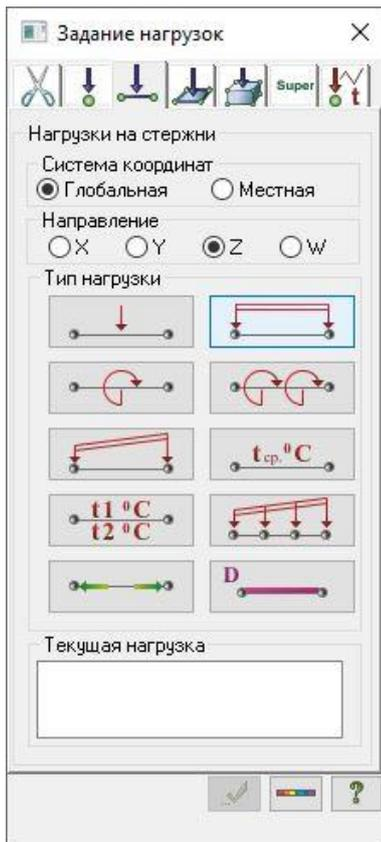

Рис.16.5. Диалоговое окно Задание нагрузок
**Нагрузки на стержни** (рис.16.5) выбрав команду – **Нагрузка на стержни** в раскрывающемся списке **Нагрузки на узлы и элементы** (панель **Нагрузки** на вкладке **Создание и редактирование**).